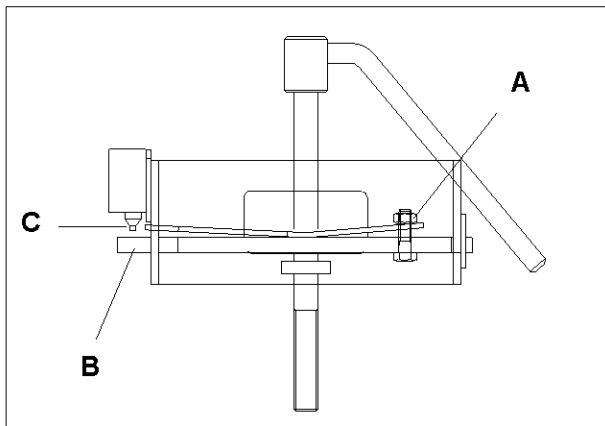

Fig. 51
De automatische dieptecontrole (fig. 51) vermindert de druk op de diabolo's. De besturing vindt plaats met behulp van twee microschakelaars die aan de voorzijde van de machine bevestigd worden.
De druk op de diabolo's wordt bijgesteld met de bout die op fig. 51/A getoond wordt. Voor een grotere druk moet de bout worden aangetrokken. Van de kant van de fabriek is de bout één omwenteling gedraaid nadat ze zich op de bladveer begon vast te zetten.
Bij het monteren van de automatische dieptecontrole-uitrusting (fig. 51) moet men de microschakelaars zo monteren dat ze niet beschadigd worden. Dit doet men door bout (A) los te draaien en de aanslag (B) helemaal omhoog te